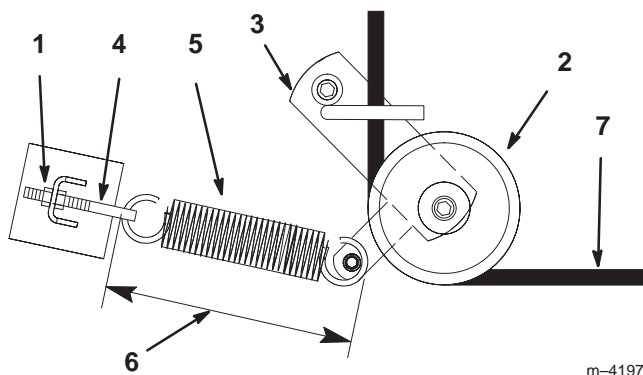
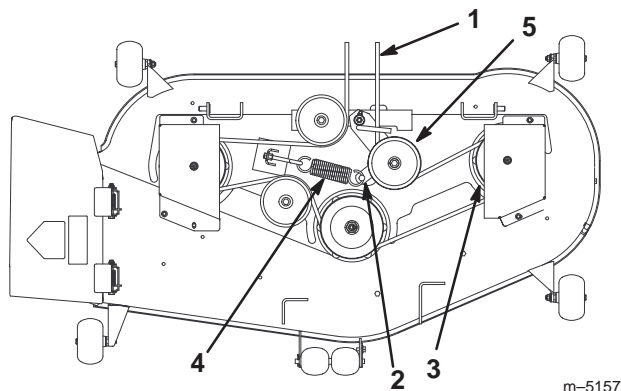

Figure 43
Figure 44
4. Desserrez suffisamment l'écrou extérieur sur le boulon à œil du ressort (Fig. 43) pour pouvoir déposer la courroie.
5. Déposez la courroie. Commencez à la poulie extérieure et tournez la courroie pour la déposer (Fig. 44).
6. Faites passer la courroie neuve dans le bras de tension (Fig. 43) et sur les autres poulies (Fig. 44).
7. Serrez l'écrou extérieur sur le boulon à œil du ressort (Fig. 43).
Remarque : Vérifiez la longueur du ressort. Il doit mesurer 238 mm ± 3 mm (9-3/8" ± 1/8") lorsqu'il est installé à la hauteur de coupe de 38 mm (1-1/2"). Procédez à un réglage si la longueur n'est pas correcte (Fig. 43).